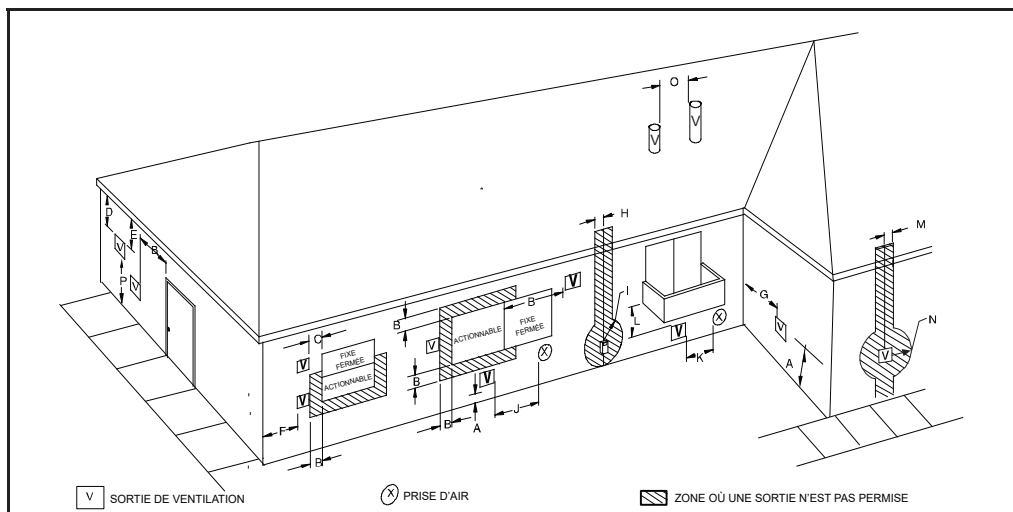
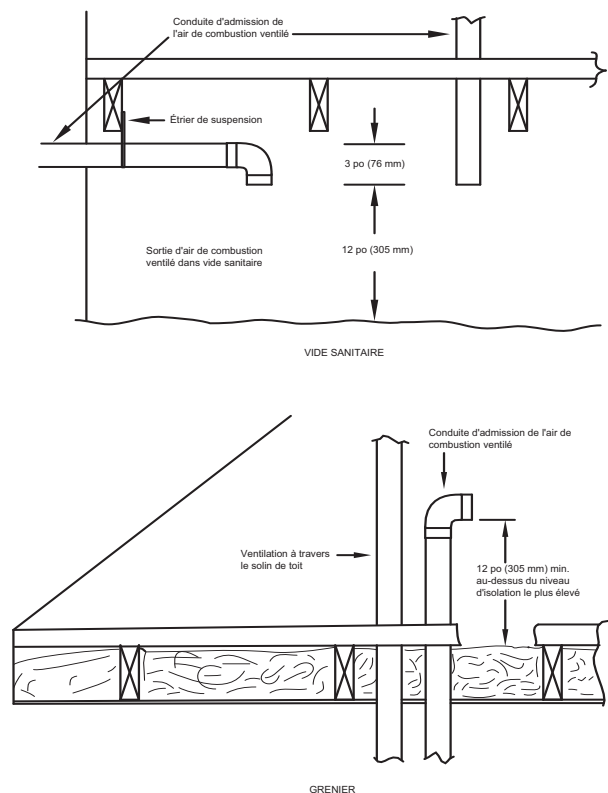

Fig. 43 – Dégagement des sorties des systèmes à air de combustion ventilé et à ventilation indirecte
Fig. 48 – Sorties de ventilation pour système à air de combustion ventilé
Dans le cas d'un système à air de combustion ventilé, l'évent aboutit et évacue les produits de combustion directement à l'extérieur, comme un système à ventilation directe. Consultez la Fig. 43 pour connaître les exigences de dégagement du code national.
Dans un système à évacuation indirecte (un conduit), tout l'air de combustion est prélevé directement de la zone adjacente à la chaudière et tous les produits de combustion sont évacués à l'extérieur dans l'atmosphère. L'air de combustion doit être fourni conformément à la section Air de combustion et de ventilation. Une cheminée inutilisée n'est pas adéquate pour fournir l'air extérieur à la chaudière. Consultez la Fig. 43 pour connaître les exigences de dégagement du tuyau d'évent du code national.
Pour les dégagements de sortie de ventilation, consultez les codes nationaux présentés à la Fig. 42 pour un système à ventilation directe / deux conduits et à la Fig. 43 pour un système à air de combustion ventilé / ventilation indirecte / conduit simple. Pour la disposition des sorties extérieures, consultez la Fig. 40 pour le système à ventilation directe / deux conduits et la Fig. 41 pour les systèmes à air de combustion ventilé / ventilation indirecte / conduit simple. Communiquez avec les responsables des codes locaux pour connaître les autres exigences des codes nationaux présentés dans ces figures ou les dérogations à ceux-ci.
1. Se conformer à toutes les exigences en matière de dégagements, tel qu'indiqué à la Fig. 42 ou à la Fig. 43 selon l'application.
Le conduit d'évacuation d'un système à air de combustion ventilé doit se terminer à l'extérieur. Consultez la Fig. 43 pour connaître les exigences de dégagement du tuyau d'évent du code national. Les sorties d'évacuation admissibles sont indiquées à la Fig. 41. Le conduit d'air de combustion se termine dans un grenier ou un vide sanitaire bien aéré. Conformez-vous aux dégagements indiqués à la Fig. 48.